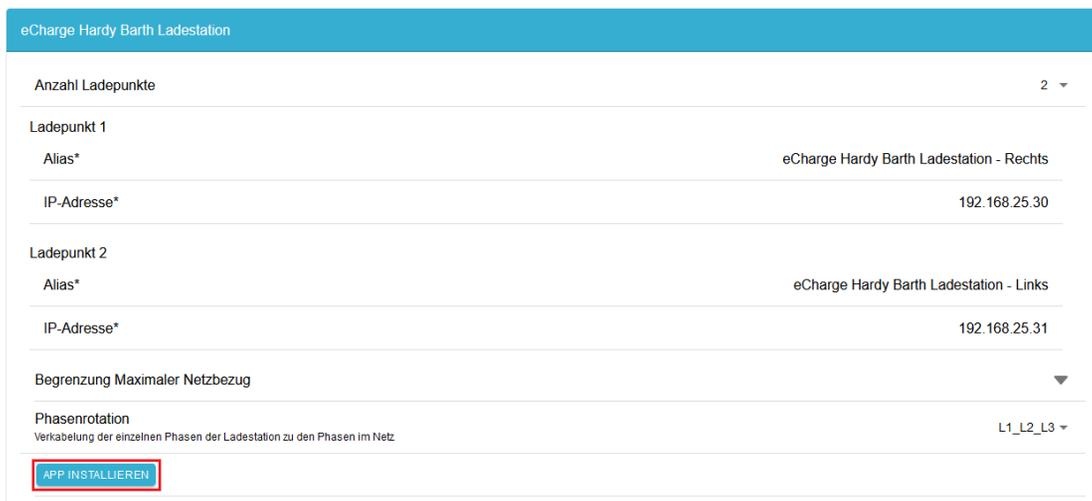

Abbildung 24. App-Installation — Variante 2: Schritt 11
- Abbildung 24. App-Installation — Variante 2: Schritt 11